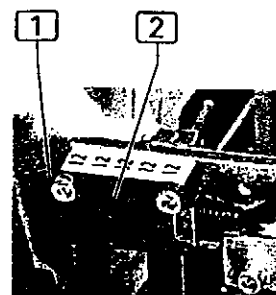

Abb. 9
1. **Рис. 9 :** Убедиться, что световой луч ФЭ [2] не будет прерван какими –либо предметами.